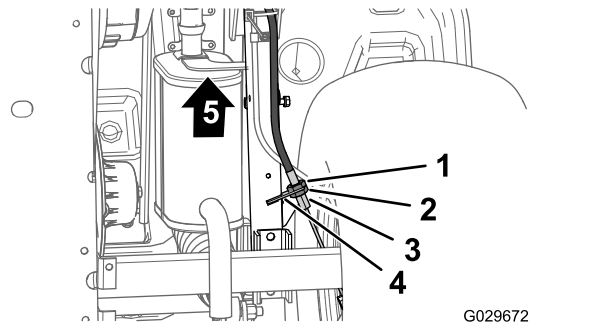

Figura 57
3. Na parte inferior da máquina, desaperte a porca de bloqueio traseira para o ajustador roscado do cabo do travão de estacionamento 4 voltas (Figura 57).
4. Aperte a porca dianteira (Figura 57).
- A. Desaperte a porca de bloqueio frontal (Figura 57) para o ajustador roscado do cabo do travão de estacionamento 1 volta.
- B. Aperte a porca traseira (Figura 57).
- A. Desaperte a porca de bloqueio traseira (Figura 57) para o ajustador roscado do cabo do travão de estacionamento 1 volta.
- B. Aperte a porca dianteira (Figura 57).